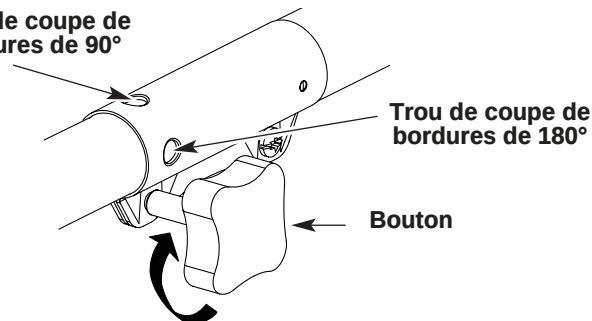

Fig. 3
3. Serrez le bouton en le tournant à droite (Fig. 3).
Pour couper les bordures à l'aide de l'accessoire à désherber à arbre droit, verrouillez le bouton de déclenchement de l'accessoire de coupe dans le **trou de 90° ou de 180°** (Fig. 3).